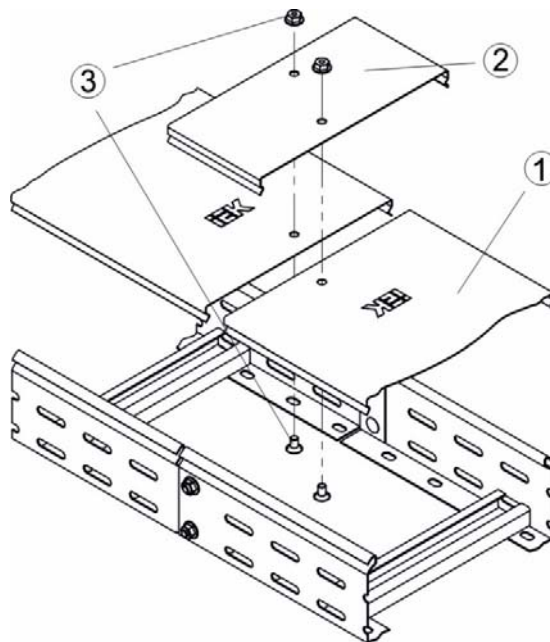

Рисунок 45
7.14.1 Надеть накладку на крышку позиция 2 (рисунок 45) на место соединения крышек двух лотков позиция 1.